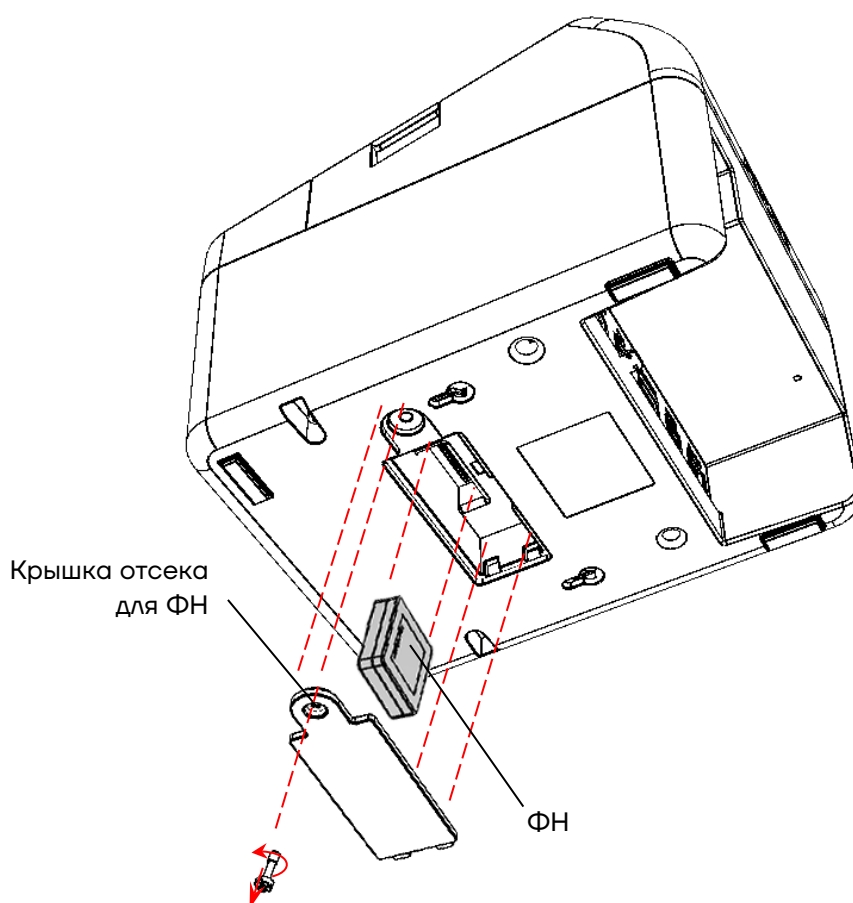

Рисунок 6. Извлечение фискального накопителя из отсека
- 1 Открутить винт крепления крышки отсека для ФН, отделить крышку. Затем извлечь ФН (см. рисунок 6).
- 2** Открутить винт крепления крышки отсека для ФН, отделить крышку. Затем извлечь ФН (см. рисунок 6).